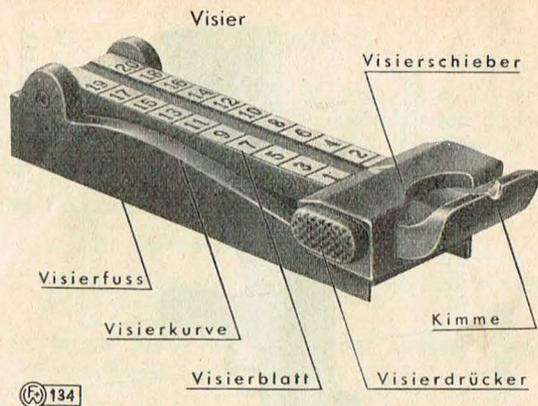

Fig. 2
- a) Der **Verschlusskasten** dient zur Aufnahme des Verschlussgehäuses mit Verschluss und Verschlussmutter mit Schliess- und Pufferfeder. Auf dem Verschlusskasten befindet sich das **Visier**. Es ist ein Leitkurvenvisier mit Distanzeinteilung von 100 bis 2000 m (Fig. 2).